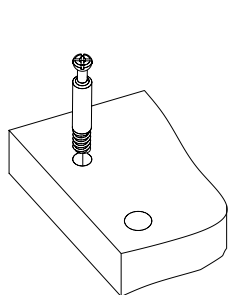
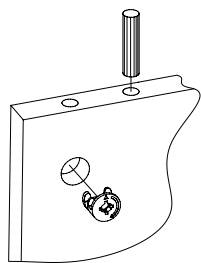

Рис.3
Рис.4
2. Вкрутите шпильки минификсов в деталь 1 и детали 1, 2 от ИЗ-440 (Рис. 3). Вставьте головки минификсов в детали 2, 3, 4, 5 (Рис. 4).